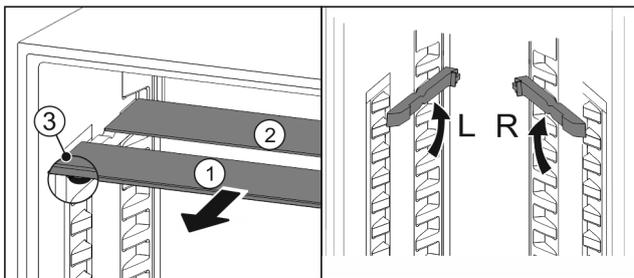

Fig. 131
- ▶ Glasplatten einzeln nach vorne herausziehen Fig. 131 (1).
- ▷ Glasplatte Fig. 131 (1) mit Zierleiste liegt vorne.
- ▷ Stopps Fig. 131 (3) zeigen nach unten.